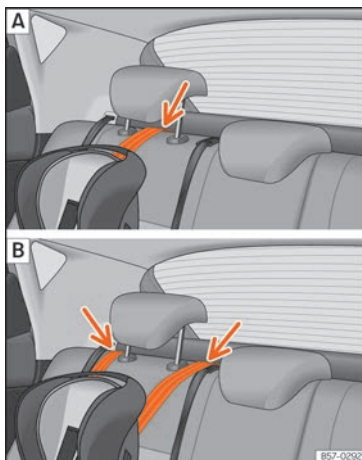

Fig. 38 Correa de sujeción: ajuste y montaje en función del cinturón Top Tether.
- Coloque la correa por debajo del apoyacabezas del asiento posterior »» fig. 38 (en función de las instrucciones de la propia silla, levante o retire el apoyacabezas si fuera necesario).